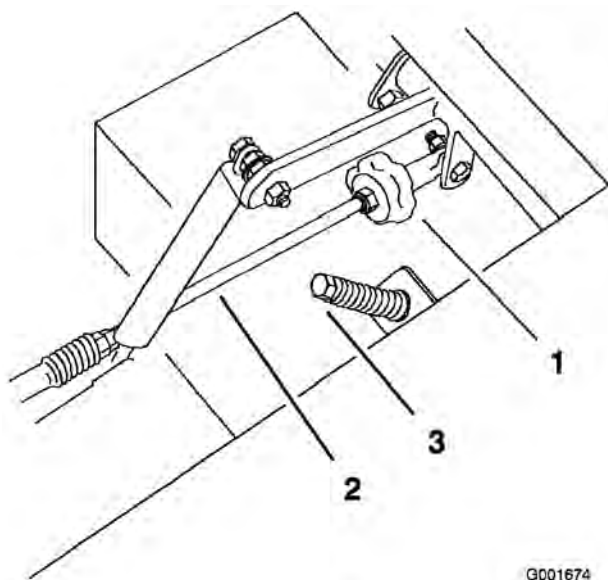

Figure 58
- Réglez la longueur de la tige de pompe en tournant le bouton dans le sens voulu, jusqu'à ce que la roue soit immobilisée ou tourne légèrement en marche arrière (Figure 58).